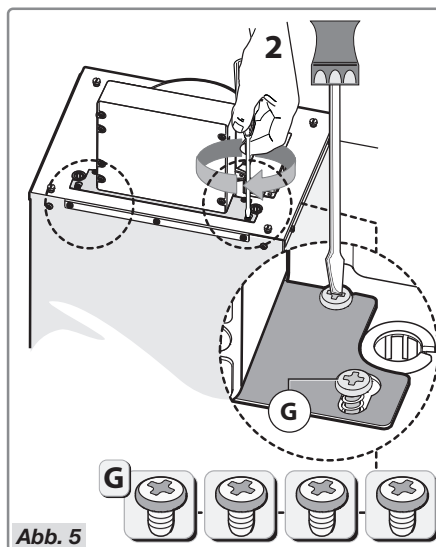

Abb. 5
- Befestigen Sie die Halterung mit den 4 Schrauben **G**, wie in Abbildung 5 dargestellt.